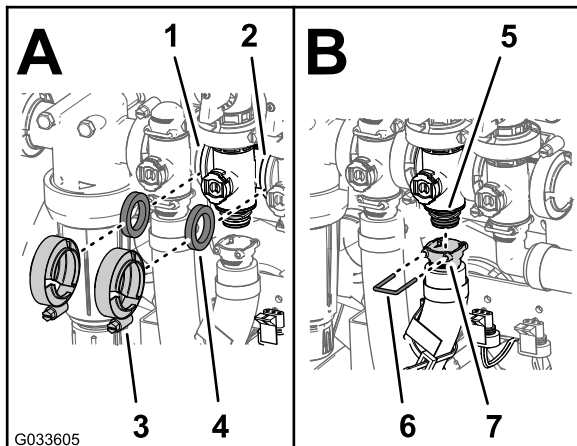

Figura 128
una brida de fijación y apriete a mano (Figura 128).
4. Monte la válvula de control de caudal, la junta y el distribuidor de la válvula de agitación con una brida de fijación y apriete a mano (Figura 128, A).
6. Monte el distribuidor de la válvula de agitación, la junta y la válvula maestra con una brida de fijación y apriete a mano (Figura 128, A).
7. Monte el conector de salida en el acoplamiento inferior del distribuidor de la válvula de agitación (Figura 128, B).
8. Sujete el conector de salida al acoplamiento insertando una horquilla de retención en el alojamiento del conector de salida (Figura 128, B).